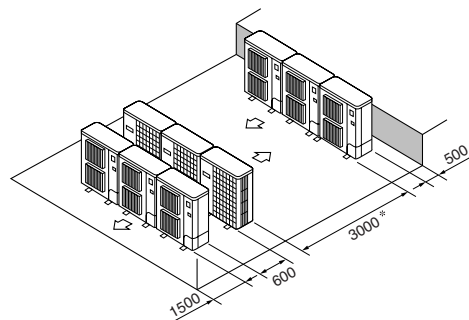

Fig. 3-16
- ⑥ Расположение приборов в несколько горизонтальных рядов (Fig. 3-16)